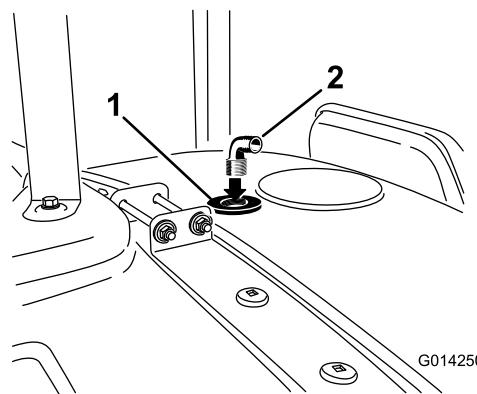

Bild 18
9. Befestigen Sie das Anschlussstück in der Gewindeöffnung des Spüldüsenschotts (Bild 18).